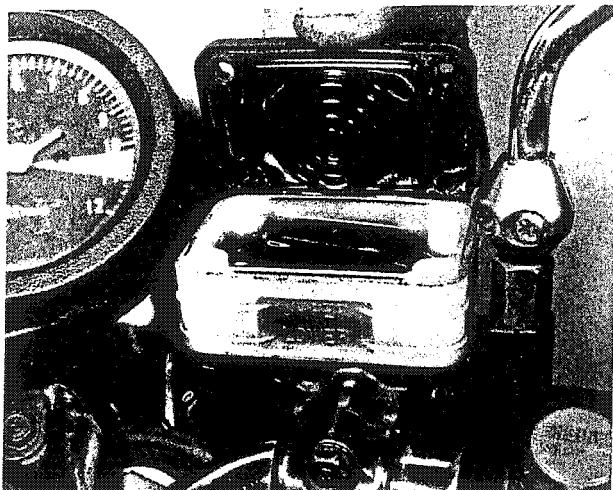

Bild 238
- Der Bremsflüssigkeitsstand kann durch den durchsichtigen Ausgleichsbehälter hindurch geprüft werden. Bei der Prüfung den Lenker so stellen, dass der Behälter senkrecht steht. Wenn der Flüssigkeitsstand unter die untere Marke gefallen ist, muss Bremsflüssigkeit nach Norm SAE J1703 oder DOT3 nachgefüllt werden (Bild 238). Auf keinen Fall darf Motoröl oder eine andere als die erwähnte Flüssigkeit eingefüllt werden, sonst werden die Dichtungen sehr rasch zerstört.